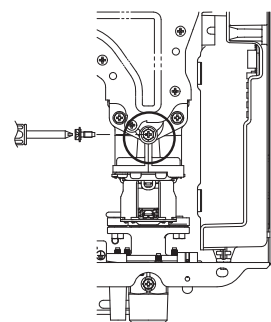

Fig.3
6. Conectar un micro-manómetro a la toma de la presión del gas (Fig.3).